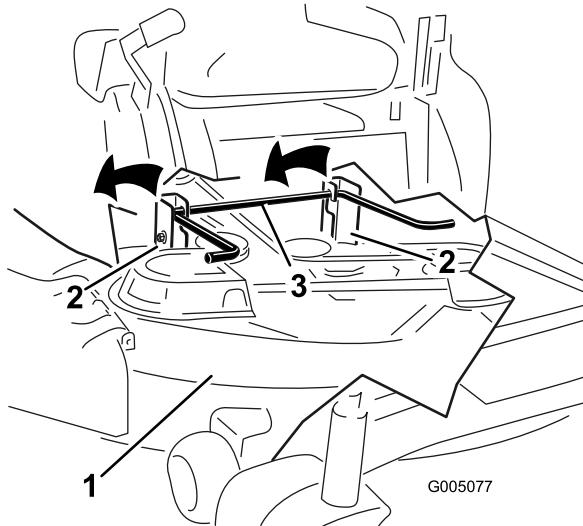

Figura 57
5. Eleve la carcasa de corte y separe ésta y las pletinas de suspensión de la varilla de elevación trasera; luego baje el cortacésped con cuidado al suelo (Figura 57).
- Eleve la parte trasera de la carcasa de corte y coloque las pletinas de suspensión sobre la varilla de elevación trasera (Figura 57).